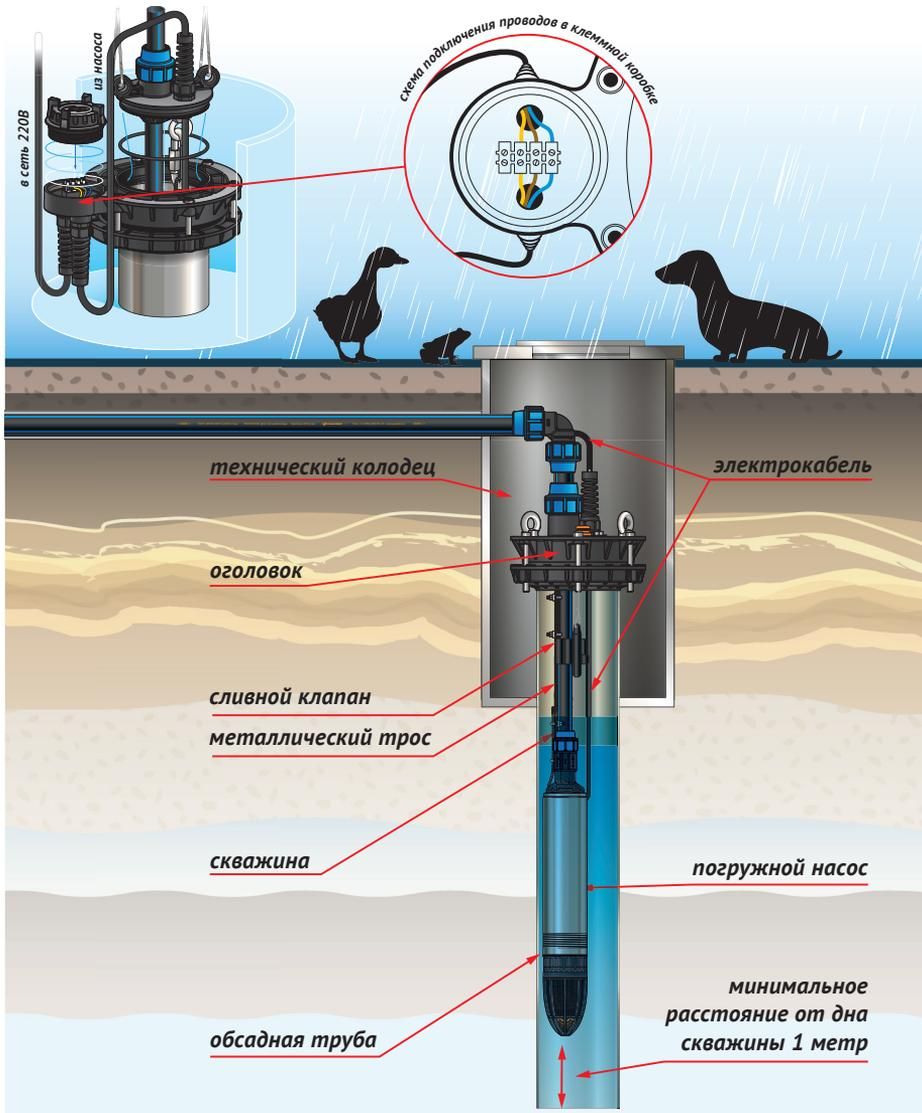

Рисунок 7
Перед монтажом оголовка (рисунок 7) необходимо:
- В оголовках с индексом «Б» и «А», имеющих базовую (стационарную) часть, в основании выполнена клеммная коробка, закрываемая резьбовой герметичной крышкой. Коробка имеет гермовводы (входят в комплект поставки) питающего сетевого кабеля и электрокабеля насоса. В коробке закреплена винтовая клеммная колодка для коммутации сетевого кабеля и электрического кабеля насоса. Подключение производится по схеме (рисунок 7).